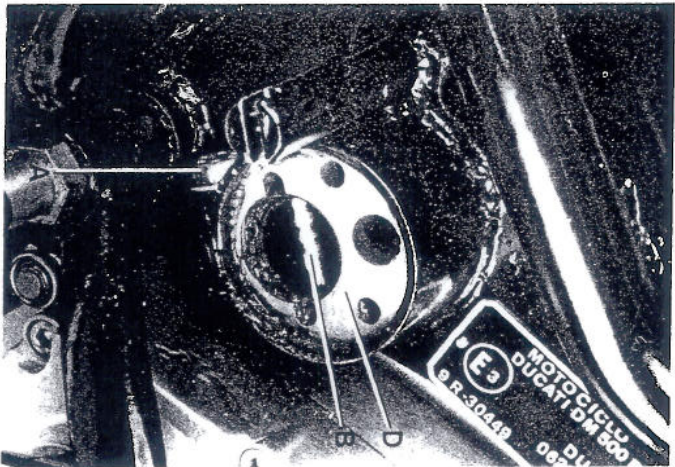

Fig. 16
insérer la clé spéciale (C) (outil 88713.0115) sur la cheville B (fig. 16 - 17) et tourner l'excentrique (D) jusqu'à obtenir la tension optimum de la chaîne.
spanner (C) (Sonderwerkzeug 88713.0115) am Stift (B) (Abb. 16 - 17) ein, und lassen Sie den Exzenter so drehen, bis die richtige Kettenspannung erreicht wird. Ziehen Sie beide Bolzen ganz gut an (A) und setzen Sie die Kunststoffkappen wieder auf.